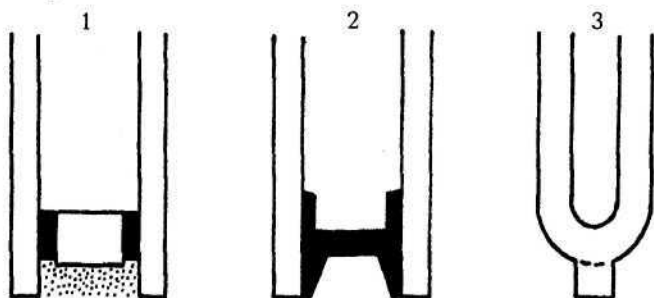

Рис. 8. Виды стеклопакетов:
**Стеклопакет** состоит из двух или более стекол и дистанционной рамки с осушителем (рис. 8). Для обеспечения долговечней надежности стеклопакетов решающими условиями являются выбор и подготовка как вышеназванных конструкционных материалов, так и качественная герметизация стеклопакета.